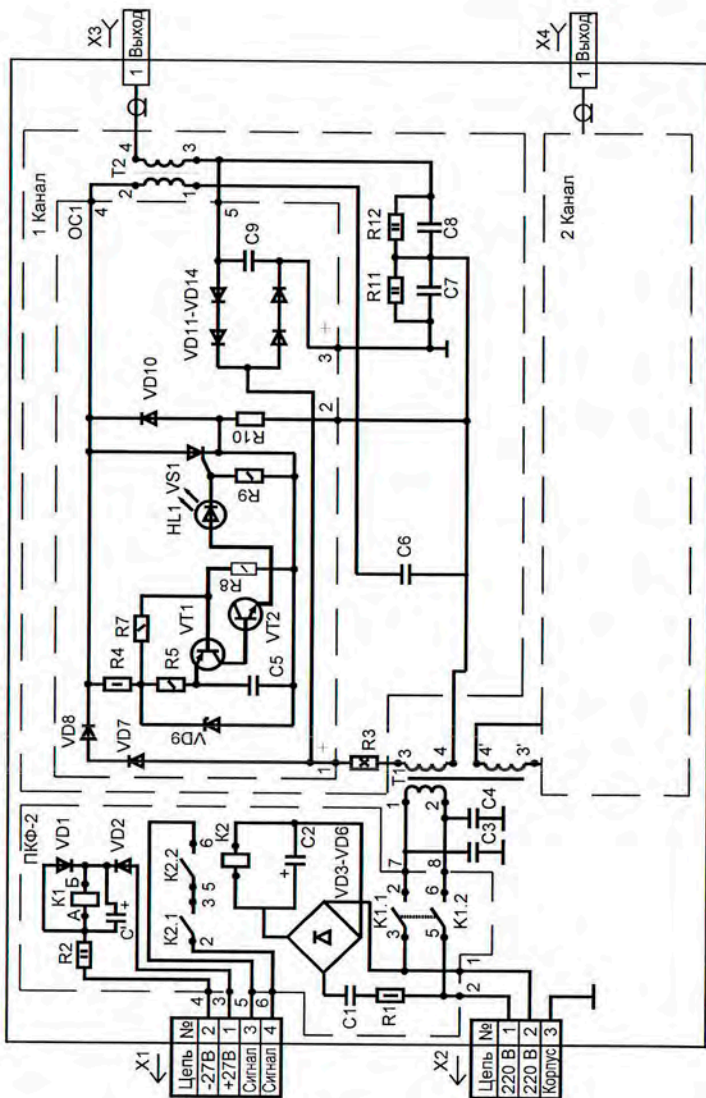

Рис. 3
1.3.3 Принципиальная схема БП СПВ-2-4 приведена на рис. 3.